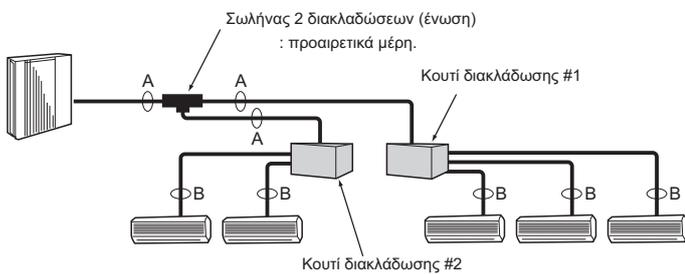

Fig. 5-3
5.4. Επιλογή μεγέθους σωλήνων (Fig. 5-3)